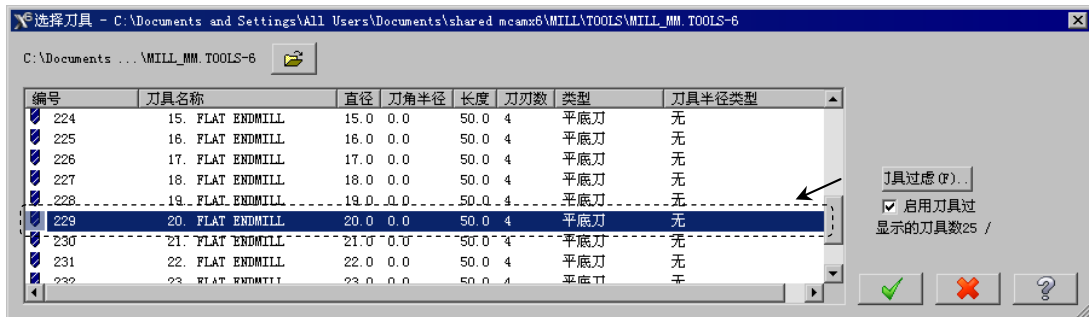

图 20.16 “选择刀具”对话框
Step5. 选择刀具。在“2D 刀具路径-外形铣削”对话框中，单击 **从刀具库中选择...** 按钮，系统弹出“选择刀具”对话框，在该对话框的列表框中选择图 20.16 所示的刀具。单击  按钮，关闭“选择刀具”对话框，系统返回至“2D 刀具路径-外形铣削”对话框。